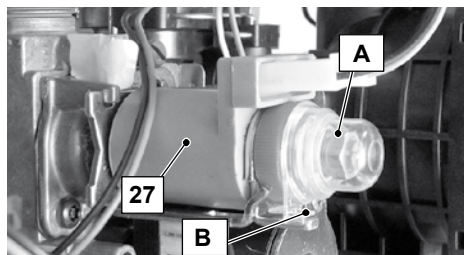

Figura 7.2
- Rimuovere il tappino di protezione A dell'operatore modulante 27 in Figura 7.2 ruotandolo in senso orario per liberarlo dal fermo B facendo leva con un cacciavite piatto nella scanalatura.
- Rimontare il tappino di protezione A , Figura 7.2 .